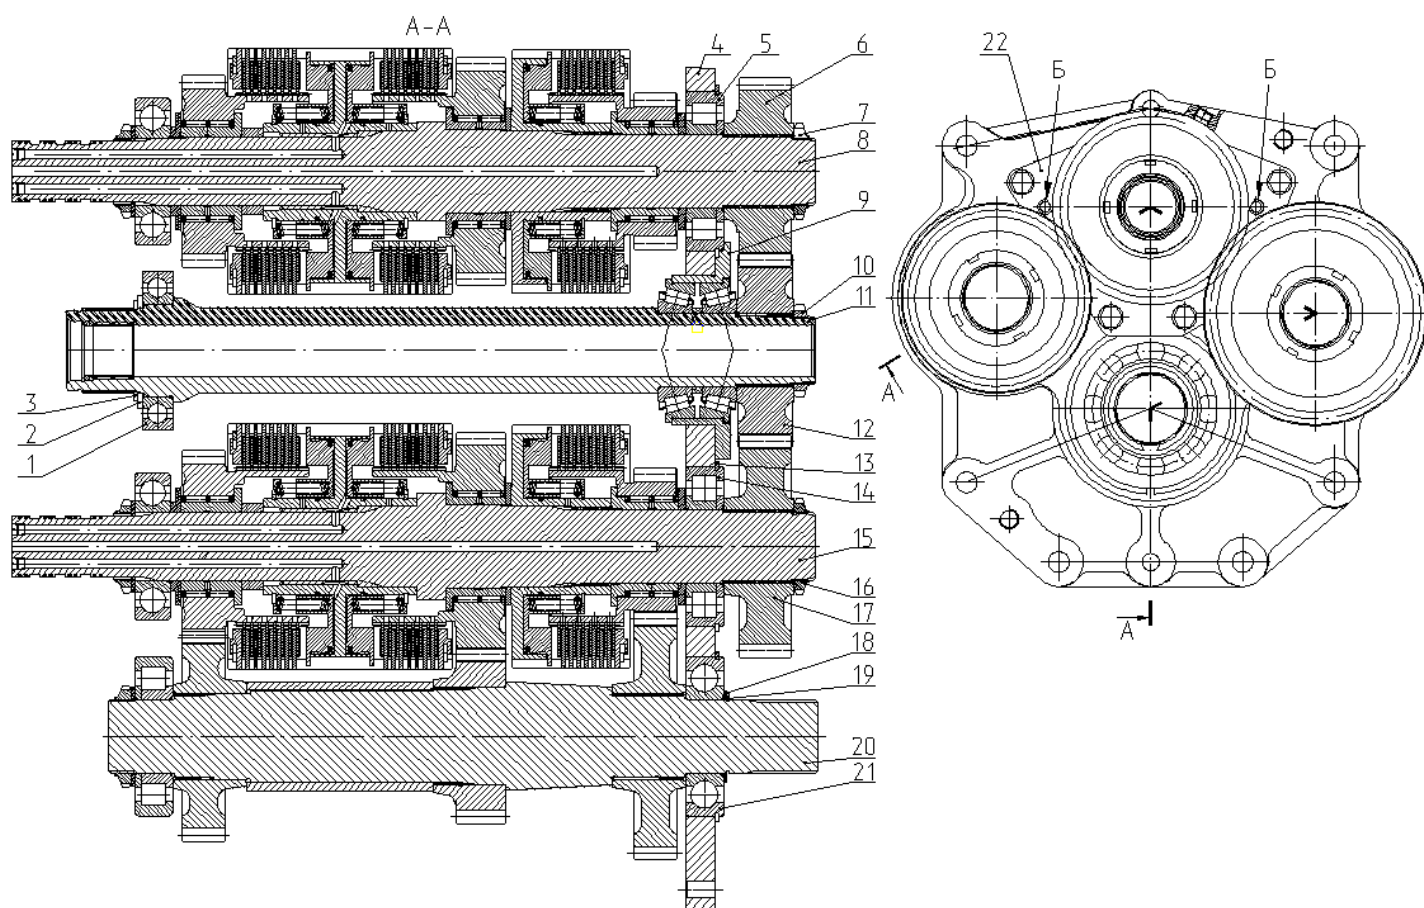
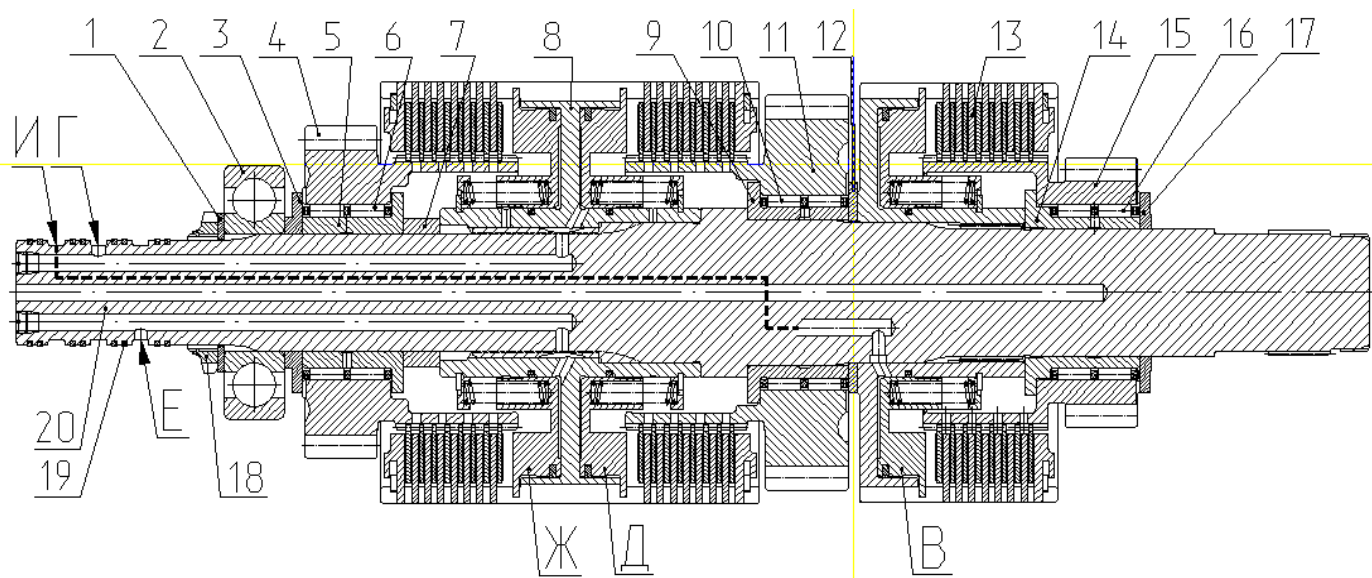
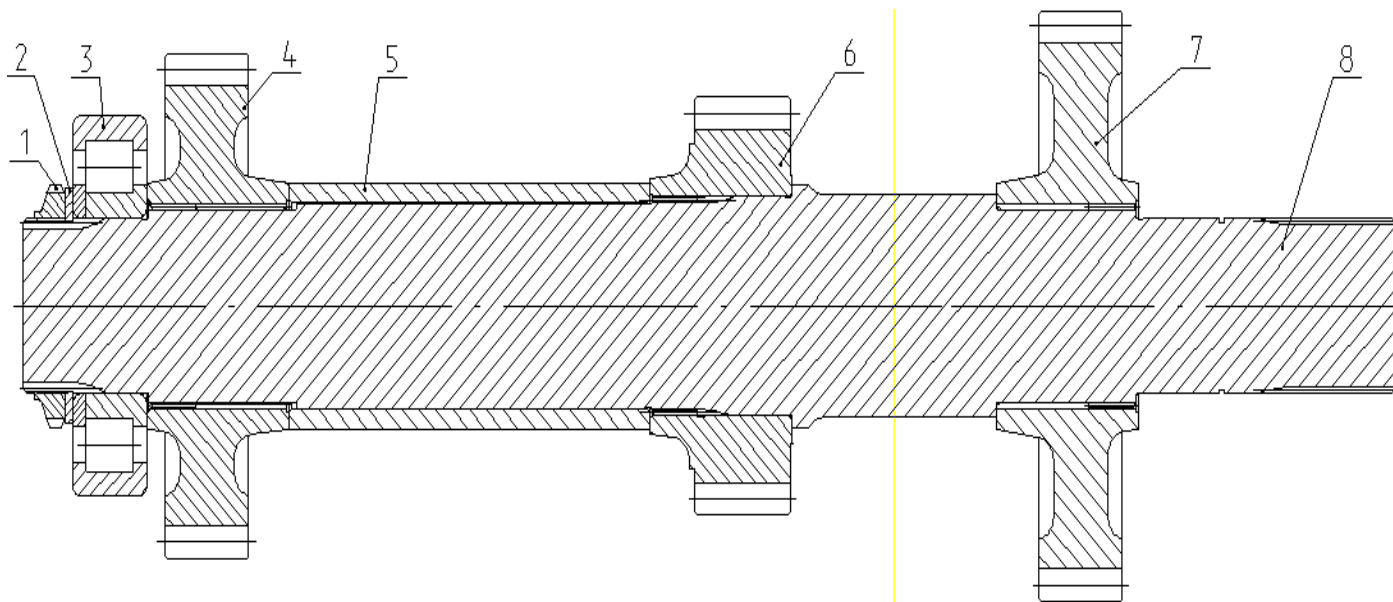

Рис.4.26 Узел передач.
Рис.4.27 Вал фрикционный.
Рис.4.28 Вал.
Для исключения повреждения поверхности, с уплотнительными кольцами, вала (20), (рисунок 4.27), необходимо предохранять.
- 1) демонтируйте пружинное кольцо (3), (рисунок 4.26), снимите шайбу (2), выпрессуйте, с помощью съёмника, подшипник (1);
- 2) раскерните гайки (7), (рисунок 4.26), (10), (16) из пазов вала, отверните их, и снимите шестерни (6), (12) и (17), используя съёмник;
- 3) отверните болты крепления крышки (22), (рисунок 4.26), к плите (4);
- 4) вверните, два болта, в технологические отверстия «Б», (рисунок 4.26), крышки, и с их помощью выпрессуйте крышку (22), с первичным валом (11) в сборе, из плиты (4);
- 5) демонтируйте пружинное кольцо (19), (рисунок 4.26), снимите шайбу (18);
- 6) выпрессуйте, одновременно, фрикционные валы (8), (рисунок 4.26) и (15), и выходной вал (20) в сборе;
- 7) снимите плиту (4), (рисунок 4.26), вместе с подшипниками и выпрессуйте подшипники (5), (14), и (21) из плиты (4).
Внимание: Подшипники (5), (рисунок 4.26), (14), имеют своё упорное плоское кольцо, подобранное по размеру. Для исключения разуконплектования этих подшипников с упорными плоскими съёмными кольцами необходимо, после выпрессовки, связать их проволокой.
- 1) выведите концы уплотнительных колец из зацепления в «замке» и аккуратно снимите чугунные уплотнительные кольца (19), (рисунок 4.27);
- 2) снимите шайбу (17), (рисунок 4.27), шестерню (15) и подшипник (16), выпрессуйте, съёмником, втулку (9);
- 3) выпрессуйте, съёмником, втулку (14), (рисунок 4.27), и снимите фрикцион (13), шайбу (12), шестерню (11), и подшипник (10);
- 4) раскерните гайку (18), (рисунок 4.27), из пазов вала и отверните ее;
- 5) снимите шайбу (1), (рисунок 4.27), и выпрессуйте, съёмником, подшипник (2);
- 6) снимите шайбу (3), (рисунок 4.27), шестерню (4), подшипник (6) и выпрессуйте, съёмником, втулку (5);
- 7) снимите втулку (7), (рисунок 4.27), и двойной фрикцион (8) в сборе;
Внимание: При монтаже двойного фрикциона (8), (рисунок 4.27), на вал (20), цифры «2» на валу и на барабане фрикциона должны совпадать и располагаться со стороны шестерни (4).
1) раскёрните и открутите гайку (1), (рисунок 4.28), снимите упорное кольцо (2) и выпрессуйте, съёмником, подшипник (3) совместно с шестерней (4), для исключения разукomплектования подшипника с упорным плоским съёмным кольцом, после выпрессовки, свяжите их проволокой;
2) снимите, с помощью съёмника или прессы, втулку (5), (рисунок 4.28), шестерню (6) и шестерню (7).
- 2) детали, предназначенные для сборки узла передач, должны быть разбракованы. Изношенные детали и шлицевые гайки (7), (рисунок 4.26) и (16), (18), (рисунок 4.27), (1), (рисунок 4.28), замените новыми;
- 3) установку уплотнительных колец (19), (рисунок 4.27) в канавки вала (20), выполните с помощью конической оправки. Кольца смажьте маслом и проверьте их проворачивание в канавках без заеданий. Замки близлежащих колец должны находиться в диаметрально-противоположных положениях;
- 4) в случае ослабления затяжки пробок-заглушек в сверлениях, на торце вала (20), (рисунок 4.27), выверните пробки, резьбовые поверхности пробок и сверлений вала обезжирьте, просушите. Смажьте резьбовую часть обезжиренных пробок, герметикам, «Унигерм» и вверните их в резьбовые отверстия вала, затянув моментом 14...20 Н м, при этом выступание пробок за торец вала не допускается;
- 5) введение шлицев зубчатых колёс (4), (рисунок 4.27), (11), (15) в зацепление со шлицами ведомых металлокерамических дисков фрикционов производите до установки игольчатых подшипников (6), (10), и (16);
- 6) сборку узла передач проводите на специальной, обеспечивающей положение шеек валов под установку подшипников, расположенных в плите (4), (рисунок 4.26), в одной плоскости;
- 10) шлицевые гайки (7) и (16), (рисунок 4.26), (18), (рисунок 4.27), и (1), (рисунок 4.28), затяните крутящим моментом 220...300 Н м. После этого гайки керните в пазы вала;